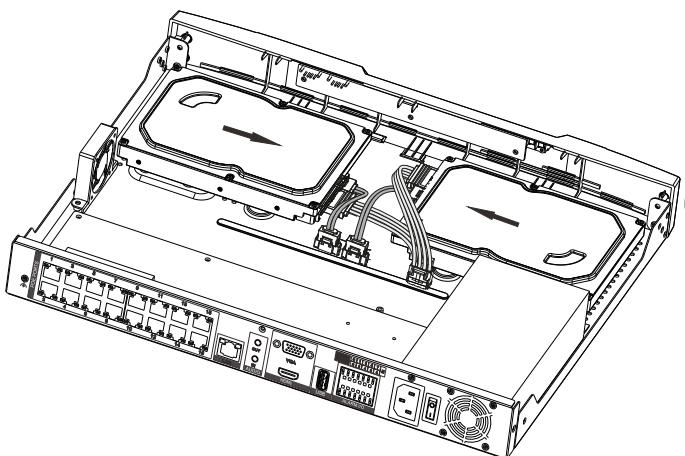
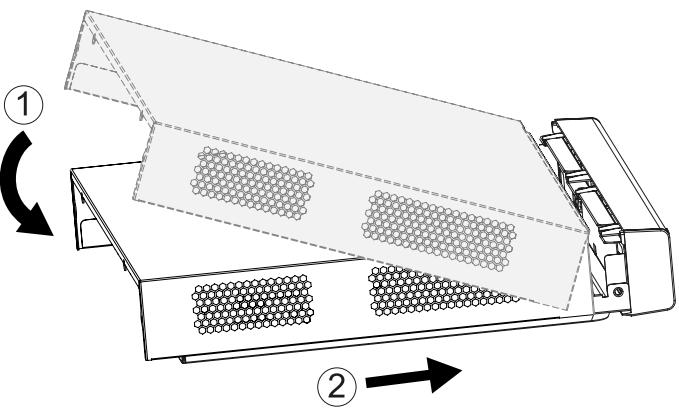

Рисунок 7
Рисунок 8
- 2) Подключите кабель питания и передачи данных к HDD (рисунок 7). Установите верхнюю крышку корпуса и прикрутите её винтами (рисунок 8).